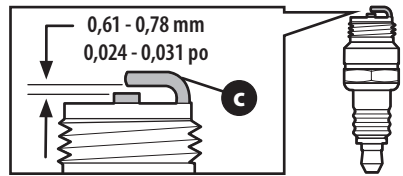

Figure 17
3. Mesurez l'écartement avec une jauge d'épaisseur. Pliez un peu le côté de l'électrode (c) pour ajuster l'écartement (Figure 17). L'écartement doit être de 0,61 - 0,78 mm (0,024 - 0,031 po).